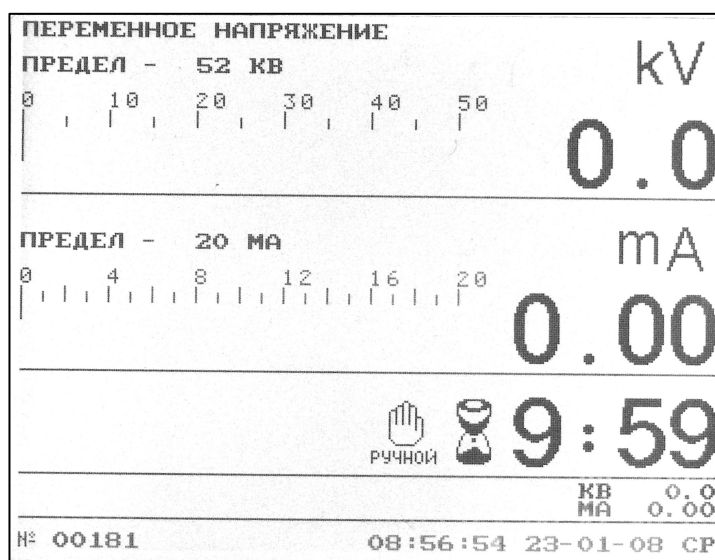

Рисунок 7 - Исходный режим аппарата
Далее через 5 с на дисплее отобразится информация об исходном режиме испытаний, что соответствует готовности аппарата к работе (рисунок 7).
2.2.2.2 В исходном режиме на дисплее (рисунок 7) отображаются следующие данные: